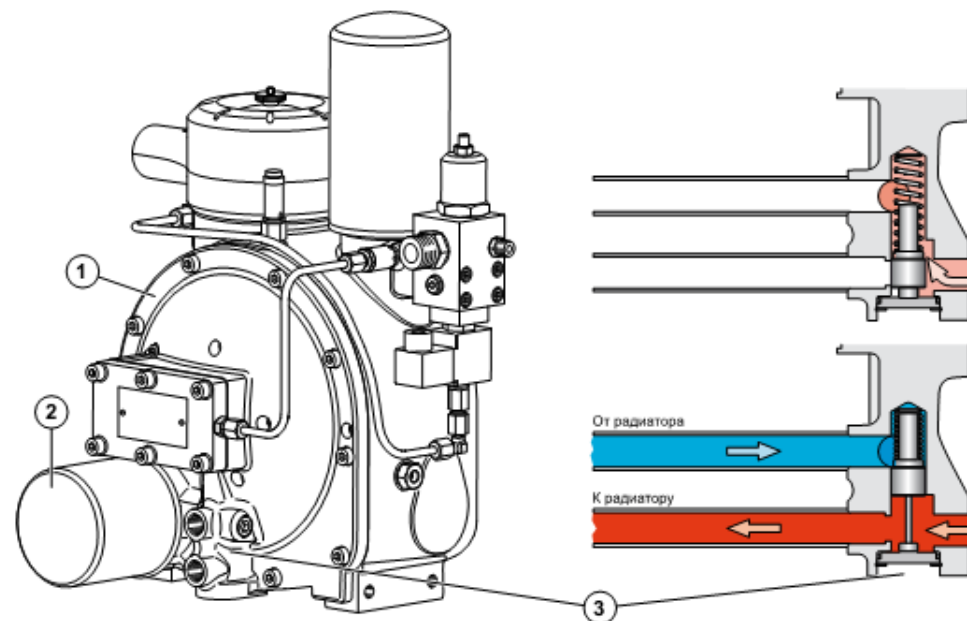

Рисунок 12. Масляный термостат.
4.1.5 Масляный термостат (рис.12) предназначен для управления маслостокотом в зависимости от его температуры.